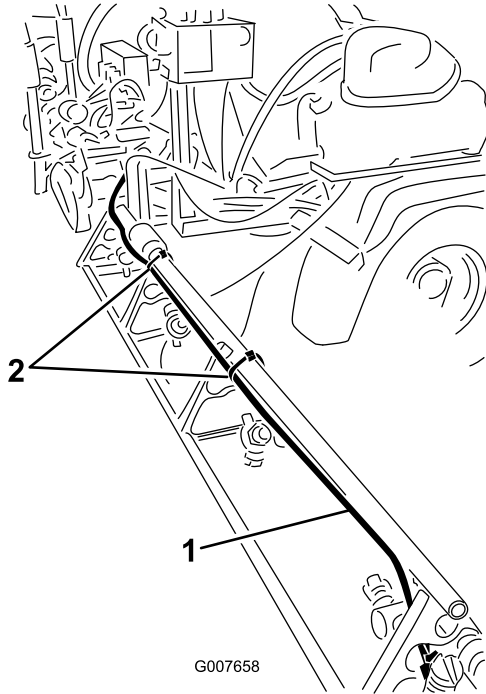

Figura 10
1. Retire las bridas que sujetan los tubos de líquido y aire del kit de marcador de espuma a la sección de brazo exterior (Figura 10).